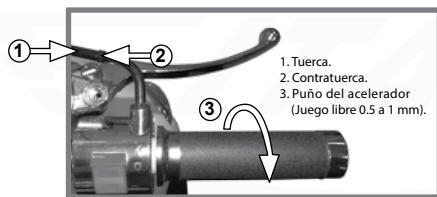

Imagen 6. Ajuste del puño del acelerador.
1. Ubicar la tuerca y la contratuerca de ajuste del acelerador. Ver imagen 6.
4. Revisar que el juego libre del acelerador esté dentro de la especificación, además que la rotación sea suave desde la posición de cerrado hasta la posición de abierto. Ver imagen 6.